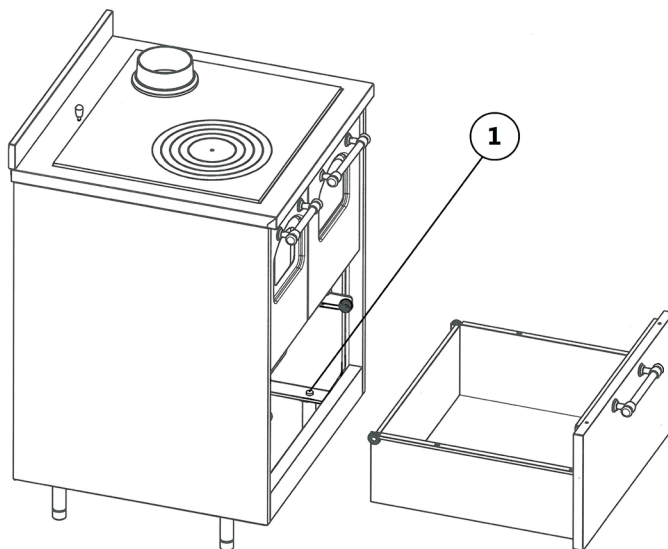

Fig. 14 - Réglage des pieds
- Dans les deux derniers cas, le mur latéral au-dessus du plan de cuisson doit se trouver à une distance minimum (voir **Fig. 14 à page 43**) du bord du poêle.